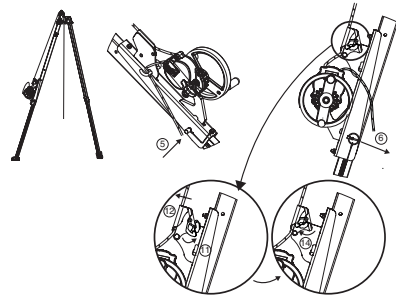

Fig. 9
**VIKTIGT:** Var uppmärksam på monteringsriktningen: repets blockeringsanordning ska vara vänd uppåt på tracode tripoden (Fig. 9).
5. För in derope™ UP R konsolens låsstift. Låsstiftet har två funktioner: att låsa tracode tripodens fot och förtöja derope™ UP R-konsolen på detta ben (Fig. 9, 5).
6. Lås fast förtöjningsbulten med det delade stiftet (Fig.9, 6).
11. Öppna konsolens repbroms (Fig. 9, 11).
12. För repet som kommer ut ur derope™ enheten in i konsolens repbroms (Fig. 9, 12).
14. Stäng konsolens repbroms (Fig. 9, 14).